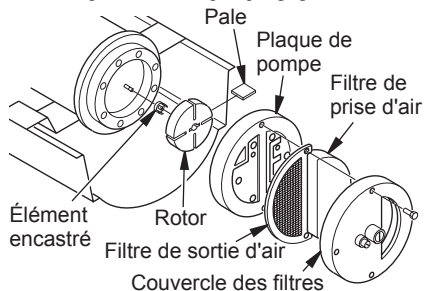

Figure 28 - Emplacement du rotor des modèles 40/55/70
2. Retirez les vis du couvercle des filtres à l'aide d'un tourne-écrou de 5/16 po (voir figure 28 ou 29).
6. Retirez le rotor, l'élément encastré et les pales (voir figure 28 ou 29).